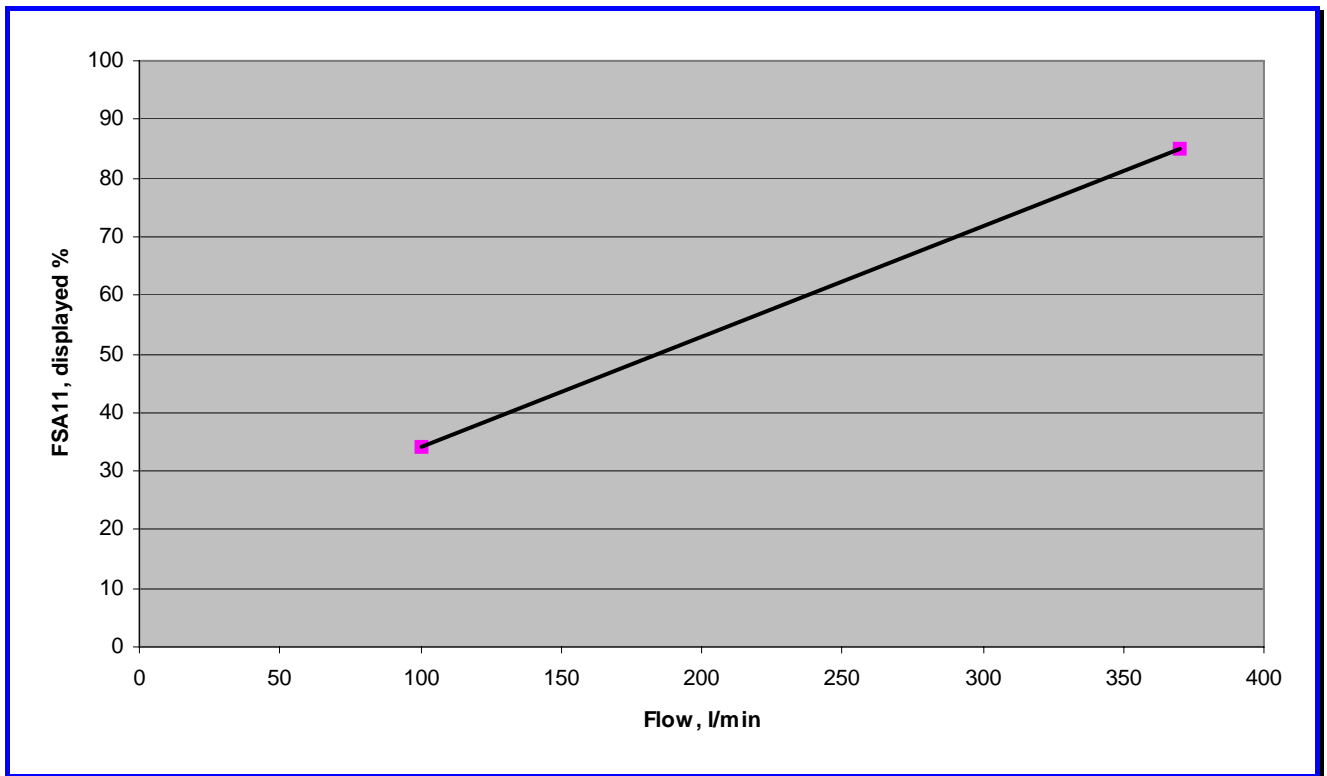

图 3.4-1 FSA11 流量开关的转换表
2. 检查 FSA11 流量开关的实际流速（%），通过图 3.4-1 的流速图将其转换成升/分。
- FSA11 的设置点应低于额定需求流量 10%。Ch74 的额定流量是 315 升/分，因此开关点应设置为 283 升/分（ $315 \times 0.9$ ）。从图 3.4-1 中，可以确定相当于 FSA11 流量的 70% 值 283 升/分。关于如何修改 FSA11 开关点的信息见第 3.3.5 章 FSA11 流量开关功能。